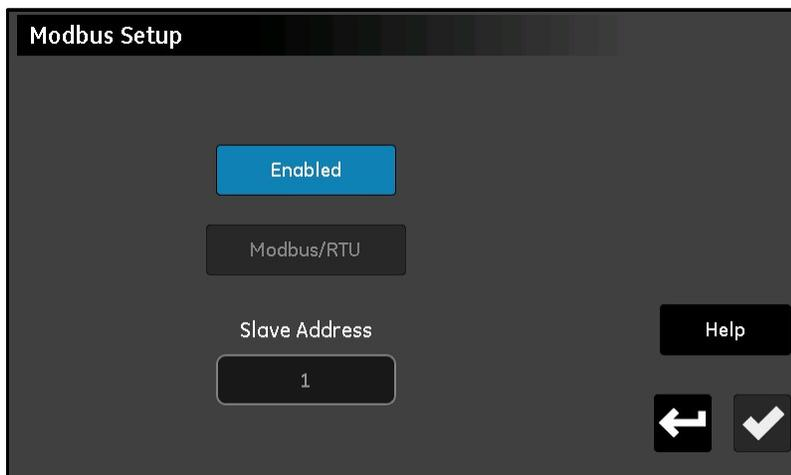

Рис. 68: Экран настройки Modbus
1. На экране *Configuration Menu (Меню настройки)* (см. Рис. 52 на стр. 55) нажмите кнопку **Modbus**, при этом откроется экран *Modbus Setup (Настройка Modbus)*, аналогичный тому, что представлен на Рис. 68 ниже.